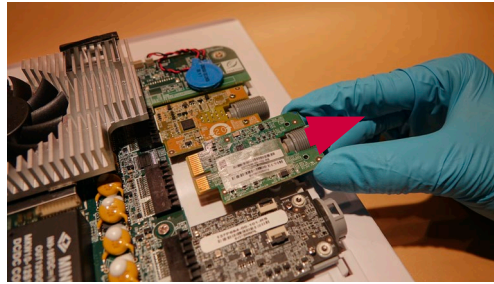

Figura 22: Extracción de la placa VDI
- b) Extraiga la placa VDI del conector de la placa principal (Figura 22)